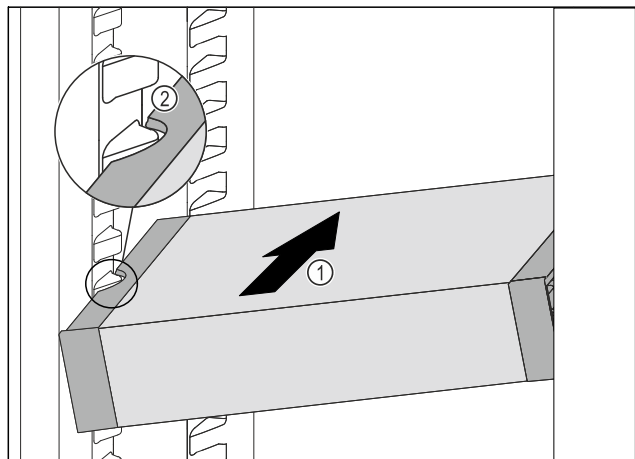

Fig. 117
- ▶ Вдвигайте VarioSafe под наклоном в холодильное отделение Fig. 117 (1), пока боковые выемки Fig. 117 (2) VarioSafe не окажутся на высоте выступа резервуара в холодильном отделении.